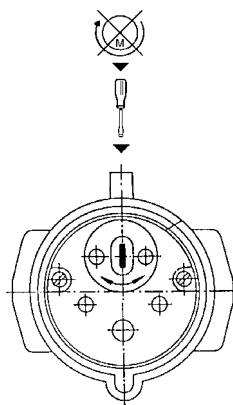

Рис. 3
- В этом случае необходимо отверткой нажать на **переключатель фаз** в штекере СЕЕ и повернуть его на 180° (рис. 3).